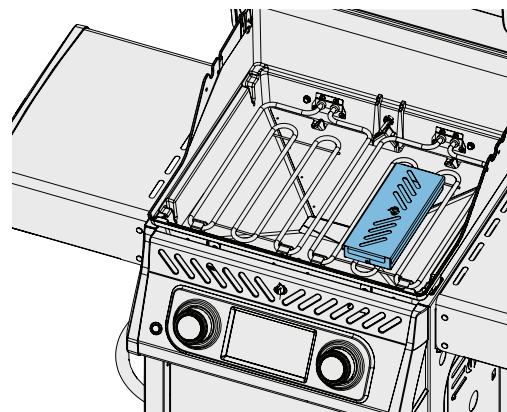

Fig. 6
1. Remova a caixa de defumação (se estiver em uso) e lave com água morna e sabão. (Fig. 6)